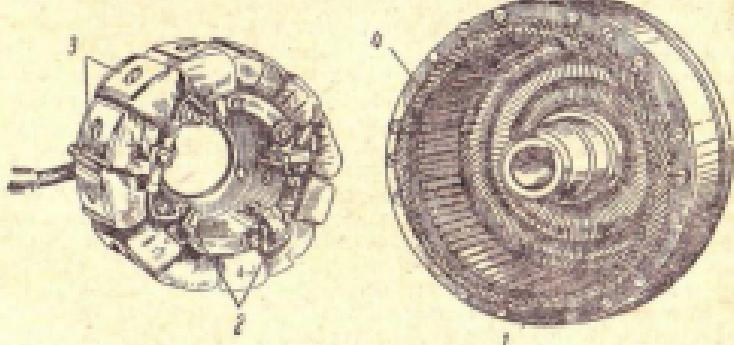

Рис. 136. Динамостартер мотороллера „Тула“:
**Династартер** ДС-1 (рис. 136) является электрической машиной постоянного тока, которая при пуске двигателя работает как электродвигатель, а во время езды вырабатывает электроэнергию для питания приборов освещения, приборов системы зажигания и для подзарядки аккумуляторных батарей.